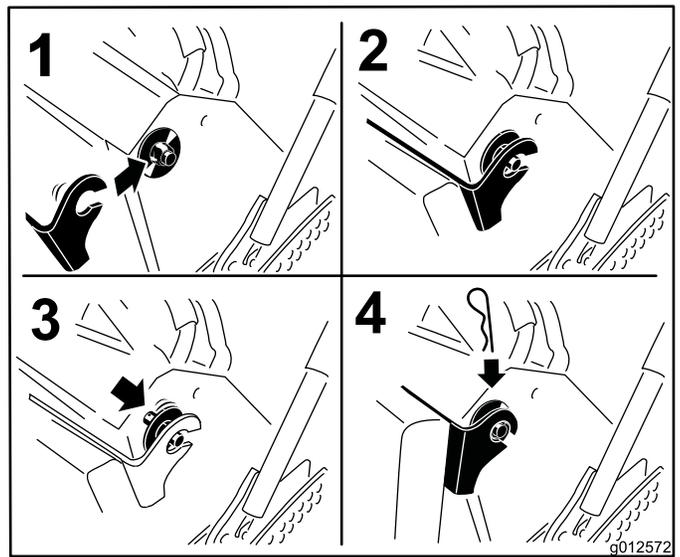

Figura 35
6. Eleve a protecção e deslize-a para os pinos em ambos os lados da máquina (Figura 35).
7. Deslize os casquilhos plásticos das anilhas grandes para a abraçadeira da protecção e fixe-os com um contrapino (Figura 35).